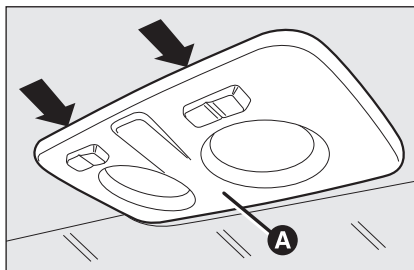
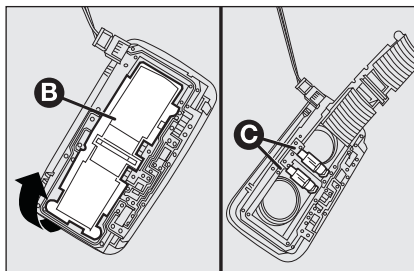

fig. 36
fig. 37
- ☐ agir sur les points indiqués par les flèches et enlever le plafonnier **A-fig. 36**;
- ☐ ouvrir le volet de protection **B-fig. 37**;
- ☐ refermer le volet **B-fig. 37** et fixer le plafonnier **A-fig. 36** dans son emplacement en s'assurant du blocage.